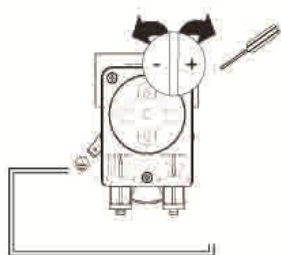

Fig.11
- 2- Abra hasta la cantidad necesaria alcanzado por atornillado en sentido horario la válvula de aguja del dispensador. (Fig. 11)